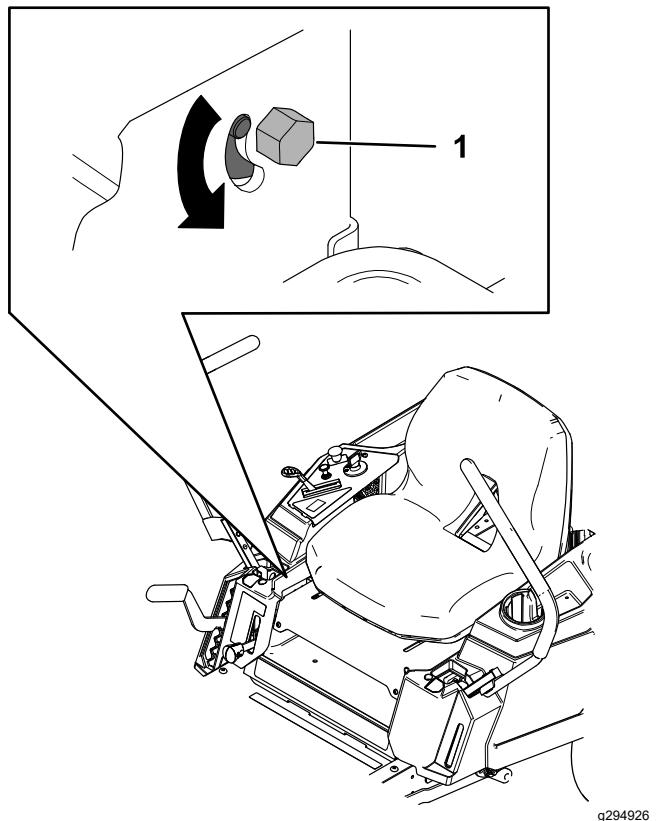

Figura 54
- Individuate il bullone di regolazione dell'allineamento vicino alla leva di comando del movimento sul lato specifico che richiede la regolazione (Figura 54).